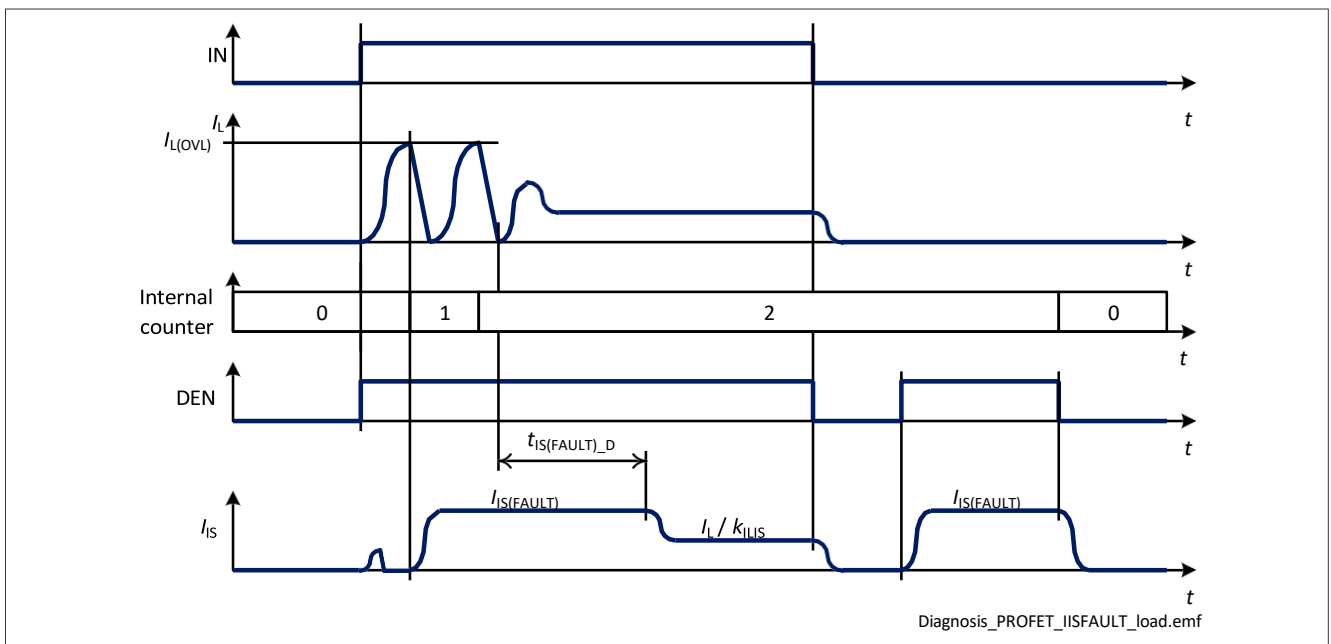

Figure 35  $I_{IS(FAULT)}$  at Load Switching
- 如果通道处于开启状态且重试次数小于“ $n_{RETRY(CR)} + n_{RETRY(CYC)} * n_{RETRY(NT)}$ ”，则在通道重启后，提供持续时间为  $t_{IS(FAULT\_D)}$  的电流  $I_{IS(FAULT)}$ ，之后  $I_{IS} = I_L / k_{ILIS}$ （如 图 35 所示）。在重试周期内（定时器  $t_{RETRY}$  运行时），每次检查通道诊断时都会提供电流  $I_{IS(FAULT)}$ 。